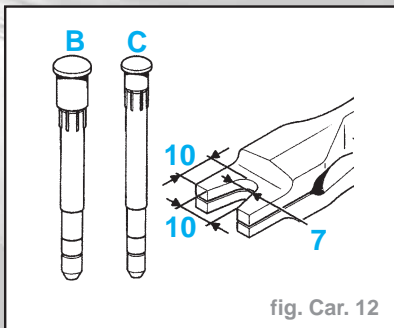

fig. Car. 12
- A l'aide d'une lime plate et d'une queue de rat, limer le bout du bec de l'outil ainsi que le fond de gorge afin d'obtenir les cotes précisées sur le schéma (fig. Car. 12).